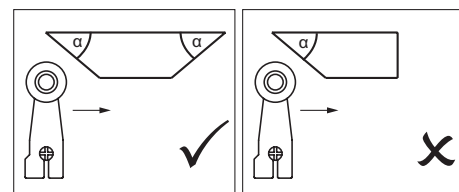

Fig. 1: Forma de la leva
▶ Para evitar el rebote del elemento actuador, la leva debe moverse gradualmente (véase la Fig. 1).